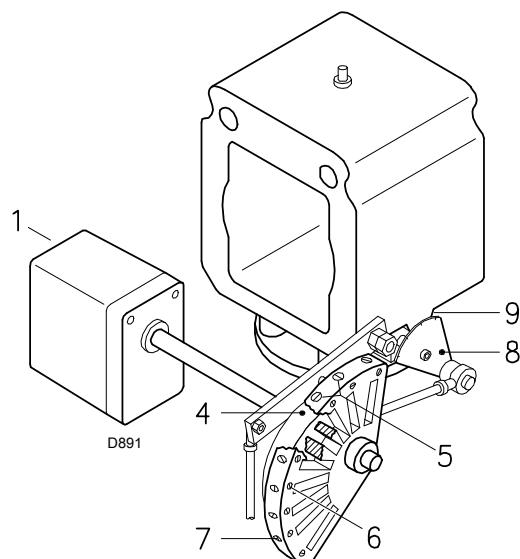

图 31
通过转动螺丝 7) 逐步调节凸轮 4) (图 31) 的钢带。
图例 (图 31)
通过转动螺丝 5) 逐步调节凸轮 4) 图 31 页 26 的钢带。
- 通过按下 (并向右移动) 伺服马达上的释放按钮，从伺服马达上释放凸轮 4) 图 31 页 26 ；
- 达到最优设定后，用螺钉 6) 图 31 页 26 固定。